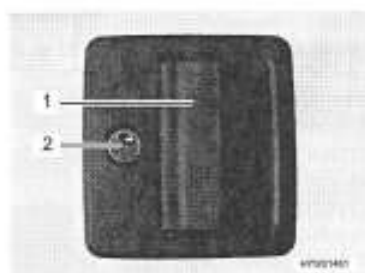

Fig. 28 Serrure de la porte cellule, à l'extérieur
- Insérer la clé dans le barillet (Fig. 28,2) et la tourner jusqu'à ce que la serrure de la porte soit déverrouillée.
- Tirer sur la poignée de la porte (Fig. 28,1). La porte est ouverte.
- Insérer la clé dans le barillet (Fig. 28,2) et la tourner jusqu'à ce que la serrure de la porte soit verrouillée.